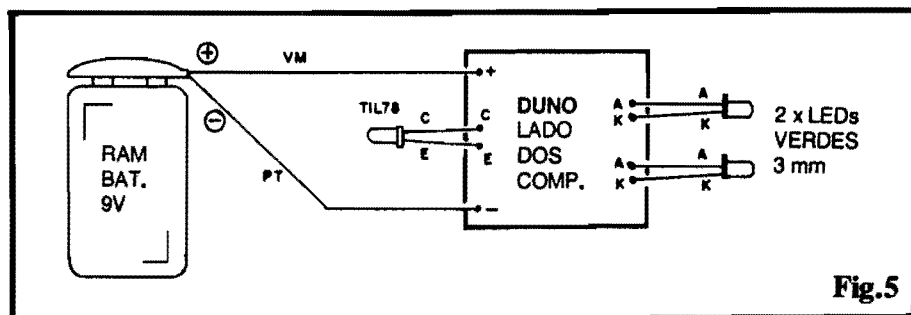

Fig.5
- FIG. 5 - CONEXÕES EXTERNAS À PLACA - Ainda observada pelo seu